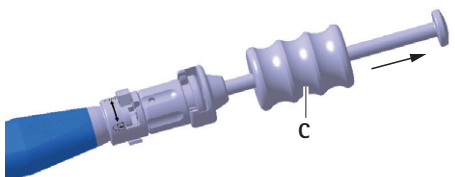

Fig. 6 Extracción del implante de prueba/implante por medio del percutor
- Extraiga el implante de prueba **D** del espacio discal golpeando suavemente con el percutor **C**, ver Fig. 6.
- ▶ Extraiga el implante **a** del espacio discal golpeando suavemente con el percutor **C**, ver Fig. 6.